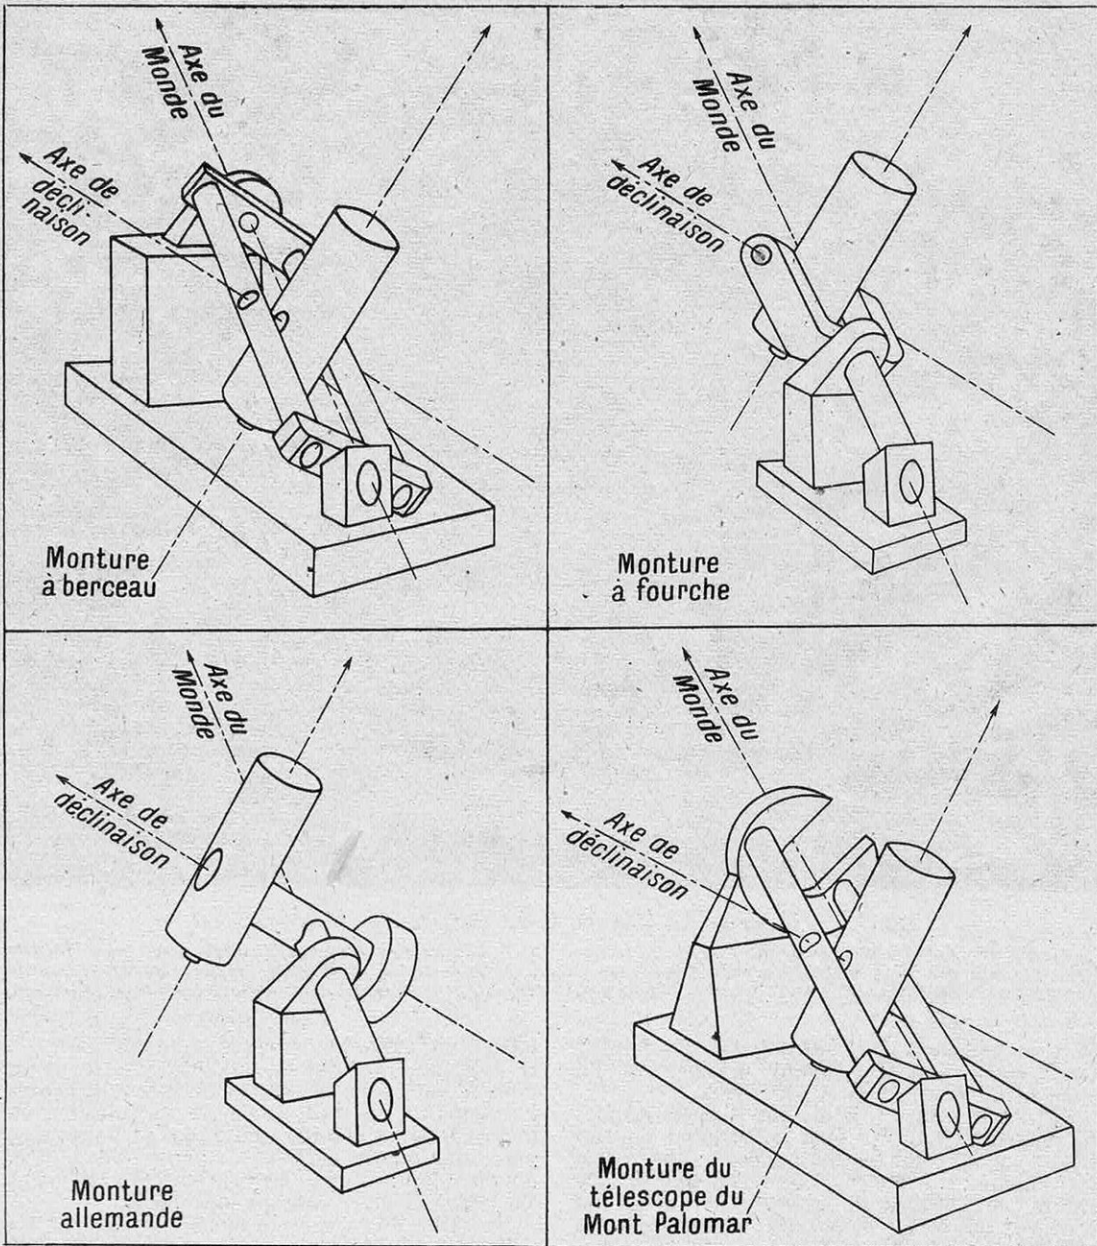

FIG. 6. — LES PRINCIPAUX TYPES DE MONTURES ÉQUATORIALES
Tous les télescopes et lunettes — sauf les appareils de faibles dimensions des amateurs ou les instruments spéciaux comme les lunettes méridiennes — sont montés en *équatoriaux*, de manière à suivre automatiquement les astres observés dans leur mouvement diurne, c'est-à-dire leur mouvement apparent autour de la ligne des pôles, dite « axe du monde ». La monture équatoriale comprend deux axes : l'un, l'*axe polaire*, est parallèle à l'axe du monde; il est donc incliné sur l'horizon d'un angle égal à la latitude du lieu d'observation. Le nom de monture équatoriale provient de ce que le mouvement de l'appareil autour de cet axe est parallèle au plan de l'équateur. Le second, dit *axe de déclinaison*, perpendiculaire au premier, est porté par l'axe polaire, et c'est sur lui qu'est fixé directement le télescope. Chaque axe est muni d'un cercle gradué. Par lecture de ces cercles, l'observateur peut aisément pointer l'appareil, à un instant donné, vers un astre dont il connaît les coordonnées célestes (ascension droite et déclinaison) (1). Dès lors, on s'arrange de manière à entraîner l'appareil automatiquement, par un mécanisme convenable, par exemple un moteur synchronisé à la vitesse du mouvement diurne, de façon qu'il suive l'astre exactement. Le rôle de l'observateur est de vérifier que l'image d'une étoile, prise pour guide, reste immobile à la croisée de deux fils d'un réticule et d'agir éventuellement sur les commandes des mouvements en ascension droite ou en déclinaison. Dans la pratique, on utilise plusieurs types de montures équatoriales (fig. 6).
(1) L'ascension droite d'un astre est l'angle que forme le plan méridien passant par cet astre avec un plan méridien origine; elle correspond à une longitude. La déclinaison est l'angle que forme la direction de visée de l'astre avec le plan de l'équateur céleste : elle correspond à une latitude.